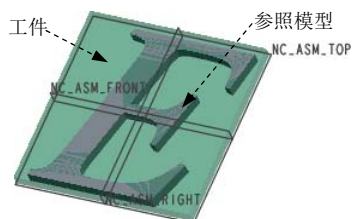

图 6.2.3 制造模型
Step3. 在“元件放置”操控板中选择^{默认}选项，然后单击[✓]按钮，完成工件模型的放置，放置后如图 6.2.3 所示。